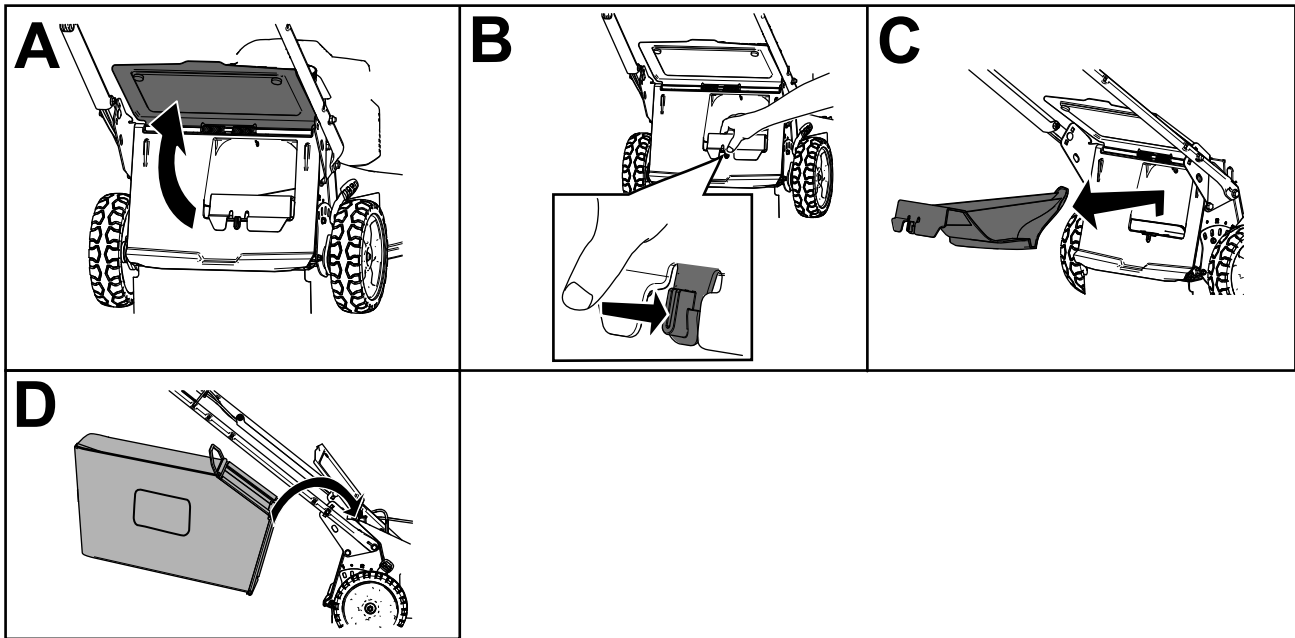

Figura 15
2. Ridicați și mențineți ridicat deflectorul spate (A din Figura 15).
3. Îndepărtați capacul evacuării posterioare prin împingerea înăuntru cu degetul a clichetului și îndepărtarea capacului de pe mână (B și C din Figura 15).
4. Instalați capetele tijei sacului în canelurile de la baza mânerului și deplasați sacul înainte și înapoi, pentru a vă asigura că ai fixat capetele tijei sacului pe părțile inferioare ale celor două caneluri (D din Figura 15).
3. Scoateți tija sacului pentru iarbă din canelurile de la baza mânerului (A din Figura 15).
4. Montați capacul evacuării (B din Figura 15).
5. Coborâți deflectorul spate (C din Figura 15).